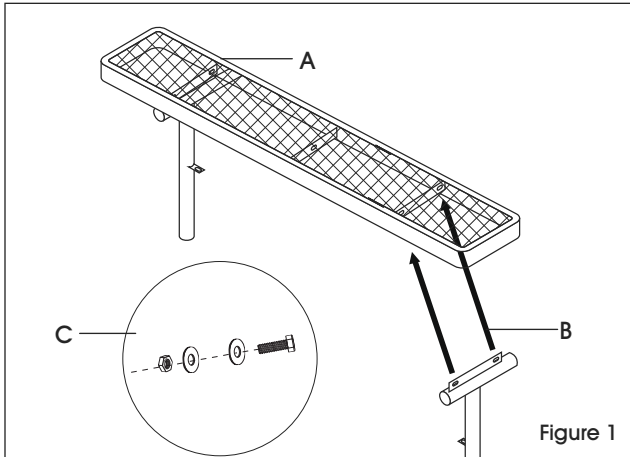

Figure 1
2. Attach the bench seat (A) to a leg (B). Make sure the leg is on the outside of the seat support fin and the brackets on the leg are facing inward. (See Figure 1)
3. Loosely attach the leg to the bench seat using one bolt, two washers and one nut in each hole (C). (See Figure 1)
2. Fixez le siège (A) à une patte (B). Assurez-vous que la patte est placée du côté extérieur de la bride de raccordement du siège et que les supports de la patte sont orientés vers l'intérieur. (Voir Figure 1)
3. Fixez lâchement la patte au siège à l'aide d'un boulon, de deux rondelles et d'un écrou (C). (Voir Figure 1)